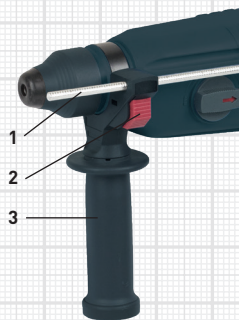

Рис. 1
Перед работой всегда устанавливайте на перфоратор съемную ручку 3 (рис. 1), чтобы надежно удерживать его двумя руками. Положение съемной ручки можно изменить для удобного использования инструмента:
Ограничитель глубины сверления 1 (рис. 1) предназначен для сверления отверстий заданной глубины.
- ▶ Нажмите кнопку фиксации 2 (рис. 1), и удерживая ее, вставьте ограничитель.